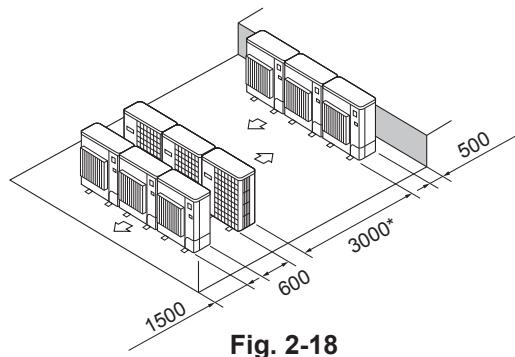

Fig. 2-18
⑥ Opstelling met meerdere parallelle apparaten (Fig. 2-18)